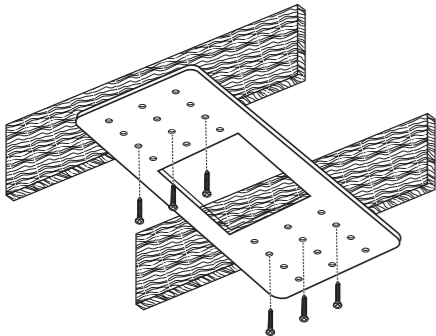

図1: ラフインパンを取り付けます。
1. 天井のさんや木製のスタッドにラフインパンを取り付けます。図1を参照してください。ラフインパンには事前に穴が空けられており、サイズの異なるネジを使用したり、スピーカーの向きや設置位置を調整することができます。